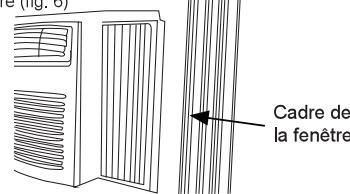

Fig.6
B. Allongez les panneaux latéraux jusqu'au cadre de la fenêtre (fig. 6).